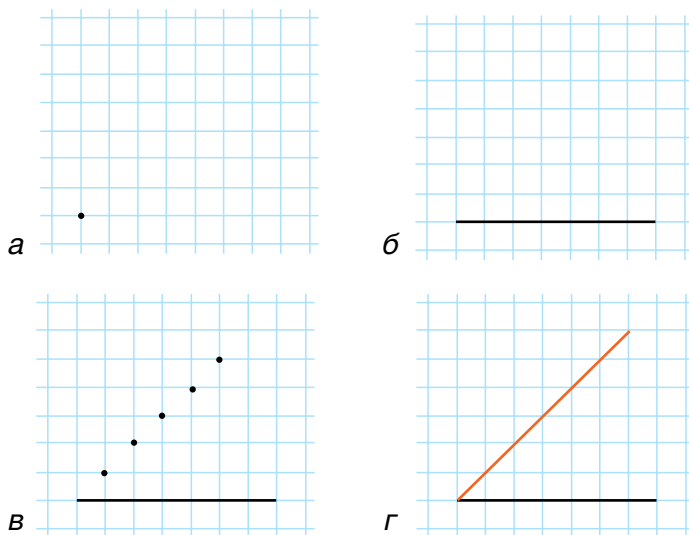

Рис. 22. Построение угла, равного половине прямого угла:
1. Выбрать вершину угла на пересечении клеточек (рис. 22, а).
2. С помощью линейки провести по клеточкам горизонтальный луч (рис. 22, б).
3. Наметить точки, которые разделят по диагонали клеточки, по которым будет проводиться второй луч (рис. 22, в).
4. Провести второй луч (рис. 22, г).